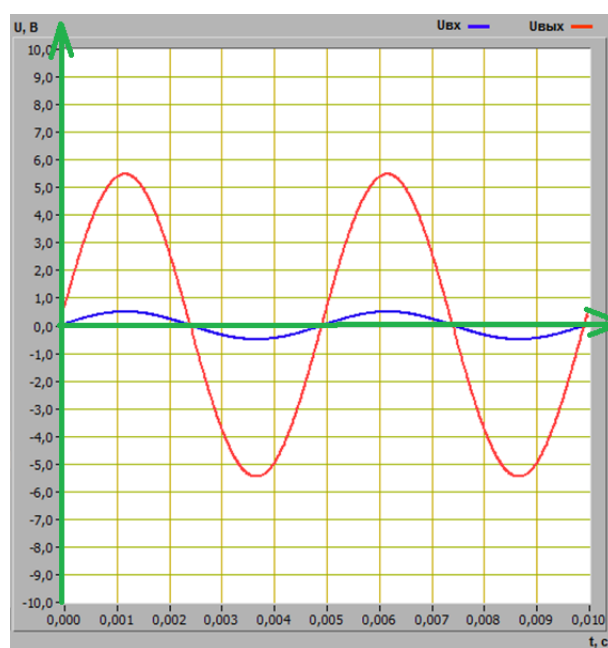

Рисунок 4.8 – График входного и выходного сигналов неинвертирующего усилителя
**4.4.2** С помощью цифрового элемента управления, находящегося на передней панели ВП, установим следующий режим измерения: форма сигнала – синусоидальная, частота сигнала – 200 Гц, амплитуда сигнала – 0,5 В. Нажмем на панели ВП кнопку «Измерение». На графическом индикаторе ВП появится изображение входного и выходного сигналов неинвертирующего усилителя (рисунок 4.8):